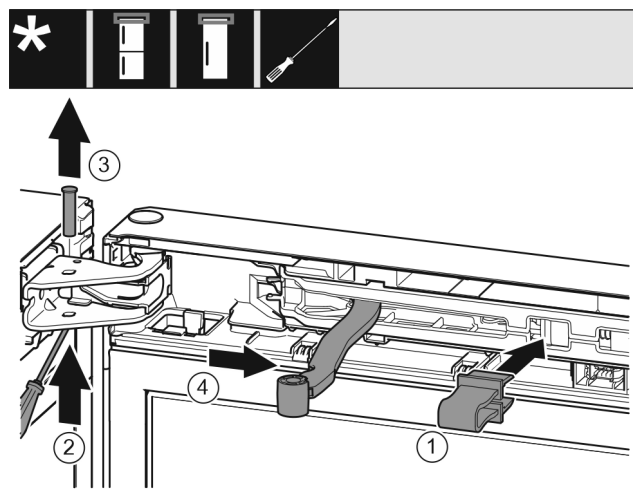

Fig. 12
- Enclencher la fixation Fig. 12 (1) dans l'ouverture.
- Dévisser l'axe Fig. 12 (2).
- Retirer l'axe Fig. 12 (3) par le haut.
- Tourner la jointure Fig. 12 (4) en direction de la porte.